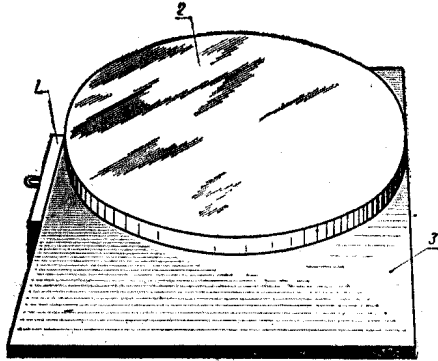

Рис. 4. Стол с поворотным
20. Стол с поворотным диском (рис. 4).
Столы для сборки (см. рис. 4) оборудованы поворотным диском ($\varnothing 800$ мм). Перед сборкой коллекторы якорей генераторов постоянного тока обтачиваются и фрезеруются, межламельные соединения коллектора зачищаются. После сборки генераторы направляются на испытательную станцию. После испытания генераторы транспортируются на покраску (расстояние 10 м), которая производится в специальной камере, имеющей внутри освещение.